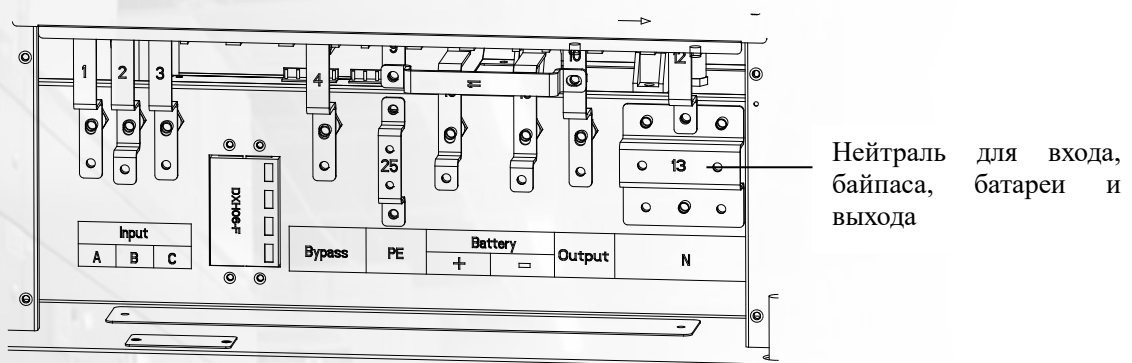

Рис. 3-9 Клеммы для подключения
2. Откройте заднюю дверцу шкафа и снимите пластмассовую крышку. Входная и выходная клеммы, клемма батареи и клемма защитного заземления показаны на рис. 3-9.